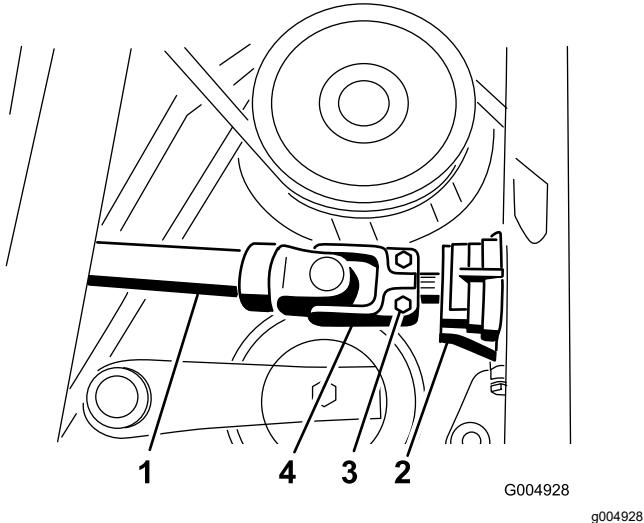

Figure 52
2. Retirez la goupille cylindrique et déposez l' arbre d' entraînement de l' arbre de boîtier d' engrenages (Figure 52).